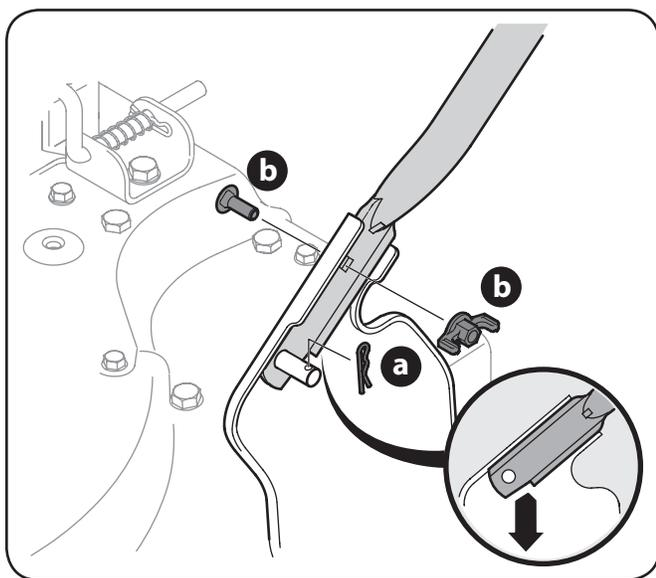

Figure 3-1
- a. Placez les trous inférieurs de la poignée sur les goupilles des supports de poignée (les extrémités de la poignée inférieure doivent pointer vers le bas). Fixez la poignée avec des goupilles fendues. Voir Figure 3-1.
- b. Insérez les boulons de carrosserie dans les trous supérieurs de la poignée inférieure à partir de l'intérieur et fixez-les avec des écrous papillon. Voir Figure 3-1.